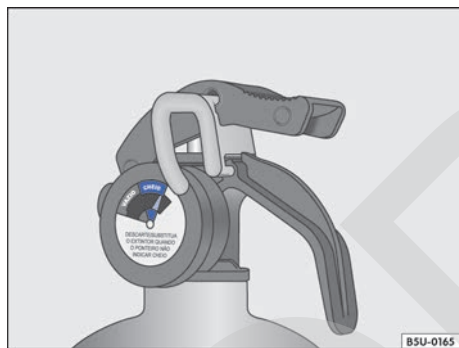

Fig. 25 En el extintor de incendio: indicador de carga (manómetro).
- Carga - el puntero debe estar en la franja verde del manómetro (cargada) → fig. 25.